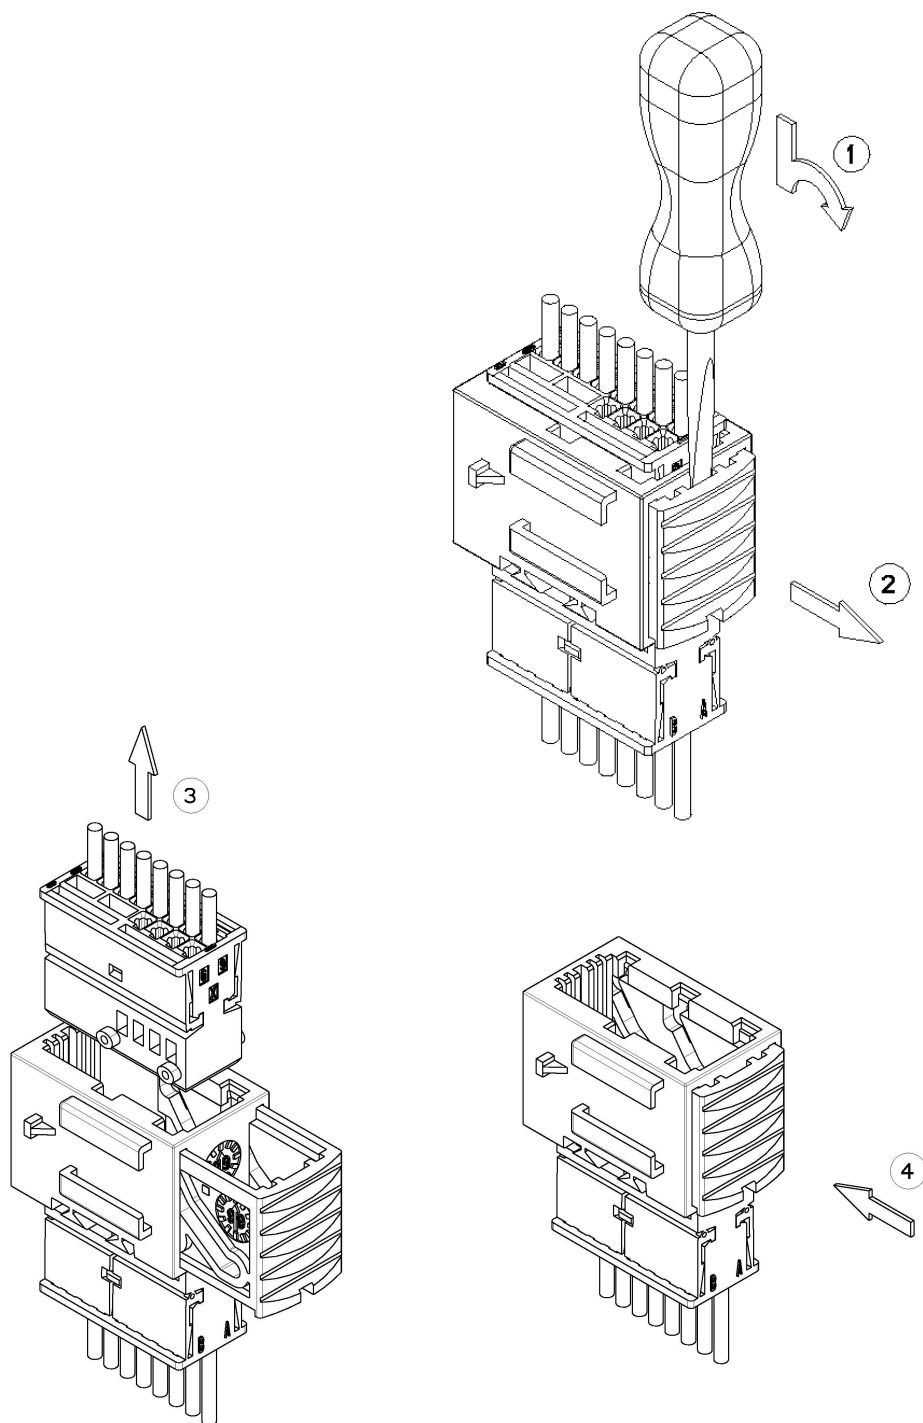

Figure 23
- 1) Introduire un outil non-spécifique entre l'étrier et le porte-languettes, puis basculer l'outil comme indiqué fig. 23.